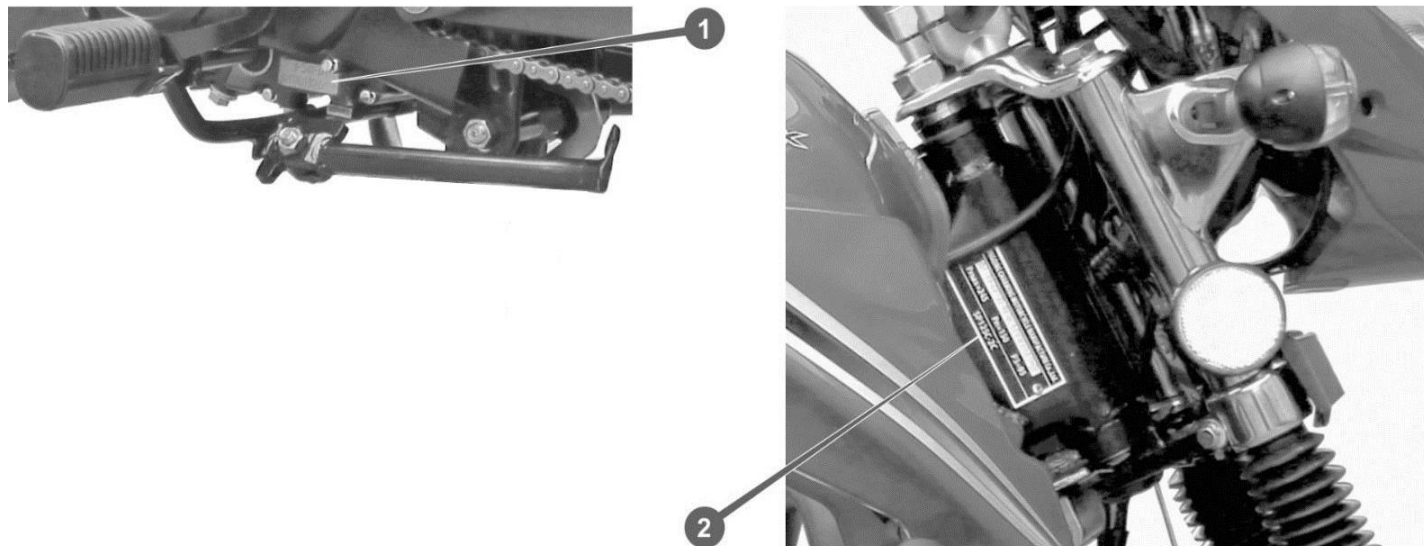

Рисунок 7. Ідентифікаційні дані
1. Перед запуском двигуна вставте ключ у замок запалювання, поверніть його в положення «ON» (див. рис. 7.) і переконайтеся, що у коробці передач ввімкнена НЕЙТРАЛЬ на індикаторі передач на панелі приладів (див. рис. 2.) світиться символ «N»; важіль управління повітряною заслінкою карбюратора (див. рис. 6 поз. 4) встановлений у середнє положення. Паливний кран (див. рис. 4. поз. 1.) «відкрито».